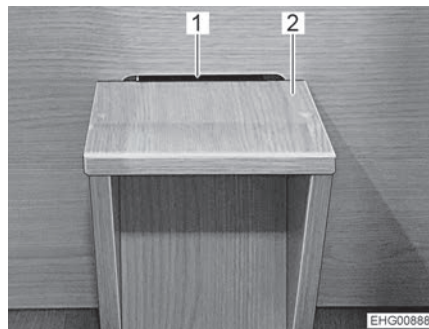
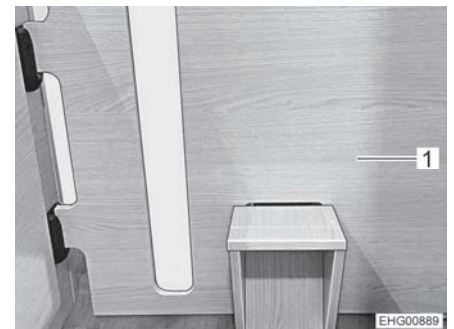

Fig. 65 Elemento para pisar
Fig. 66 Panel separador con elemento para pisar
- Enganchar el elemento para pisar (Fig. 65,2) en el recorte inferior (Fig. 65,1) del panel separador (Fig. 66,1).
- Insertar el panel separador (Fig. 66,1) entre las camas traseras longitudinales. Para ello, enganchar el panel separador en la segunda posición (visto desde la cocina integrada).